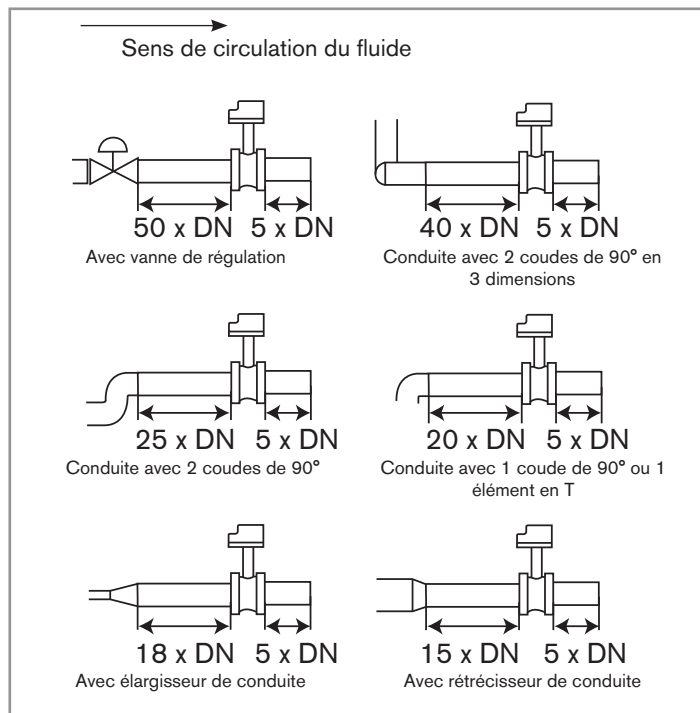

Fig. 4 : Distances amont et aval en fonction de la conception des canalisations
- les distances amont et aval soient respectées en fonction de la conception des canalisations, voir Fig. 4 et norme EN ISO 5167-1.
- les distances amont et aval soient respectées en fonction de la conception des canalisations, voir Fig. 4, page 14 et norme EN ISO 5167-1.